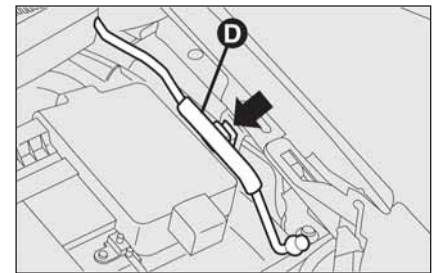
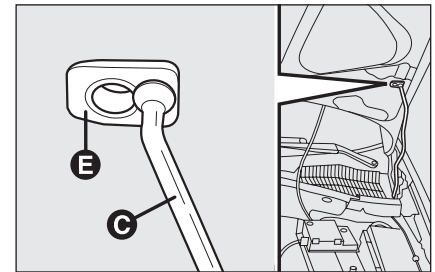

fig. 90
fig. 91
- sollevare il cofano e contemporaneamente liberare l'asta di sostegno **D-fig. 90** dal proprio dispositivo di bloccaggio, quindi inserire l'estremità **C-fig. 91** dell'asta nella sede **E** del cofano.
- tenere sollevato il cofano con una mano e con l'altra togliere l'asta **C** - **fig. 91** dalla sede **E** e reinserirla nel proprio dispositivo di bloccaggio **D** - **fig. 90**;